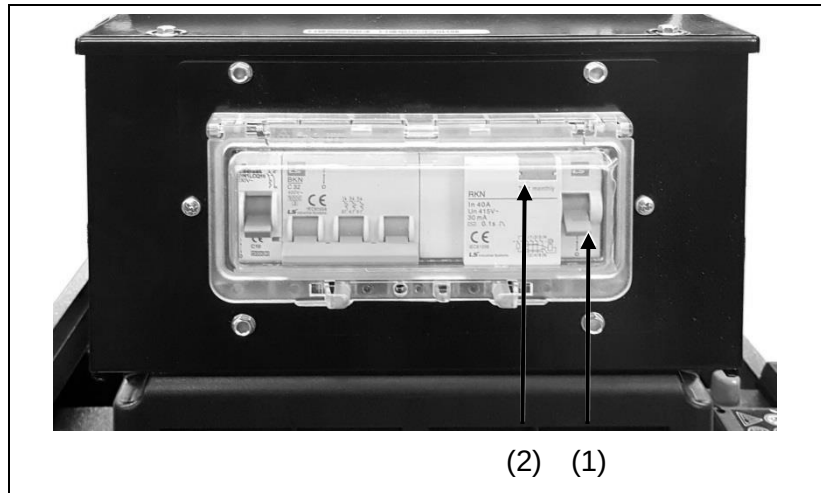

Abb. 4-1: FI-Schutzschalter
Zusätzlich muss das Bedienungspersonal bei jeder Inbetriebnahme durch Betätigen der Prüftaste der Fehlerstrom-Schutzeinrichtung (RCD) (siehe Abb. 4-1-(2)) die mechanische Funktion der Auslösung prüfen.
2. Schutzschalter (Abb. 4-1-(1)) in Pos-1 bringen.
3. Testschalter (siehe Abb. 4-1-(2)) betätigen.
- ✓ Die Position des Schalters (siehe Abb. 4-1-(1)) zeigt das Ergebnis an:
4. Schutzschalter (Abb. 4-1-(1)) in Position I bringen, um wieder Verbraucher am Stromerzeuger betreiben zu können.